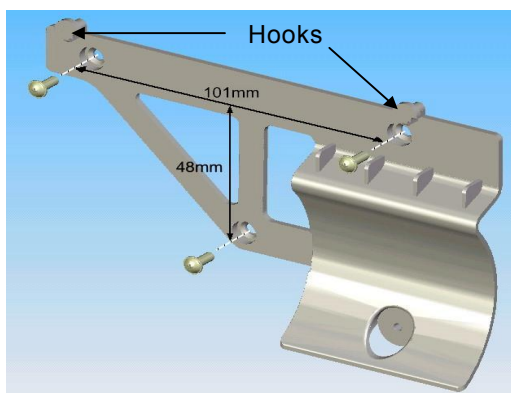

Figura 4. Montaje del soporte
1. Montar el soporte del VLT en la pared con 3 tornillos como se indica en la figura 4.
2. Colgar el VLT por los dos garfios del soporte, como se indica en la figura 4.